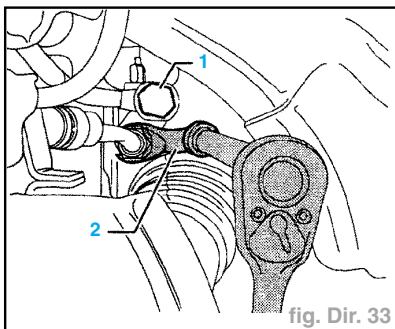

fig. Dir. 33
- Obtenir les alésages filetés du mécanisme de direction assistée à l'aide de vis d'obturation en plastique (fig. Dir 33) :